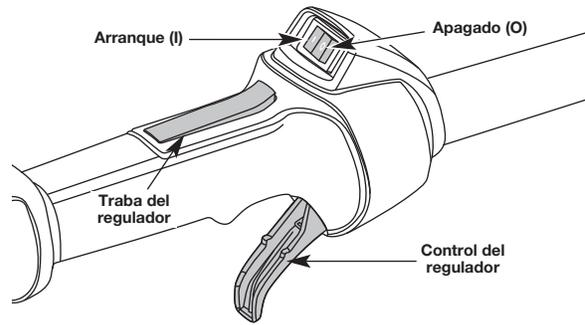

Fig. 19
- NOTA:** No hay necesidad de encender la unidad. El control de encendido y apagado está en la posición **Arranque (I)**, en todo momento (Fig. 19).
2. Oprima y mantenga oprimido el control de encendido y apagado en la posición de **APAGADO (O)** hasta que el motor se detenga por completo (Fig. 19).